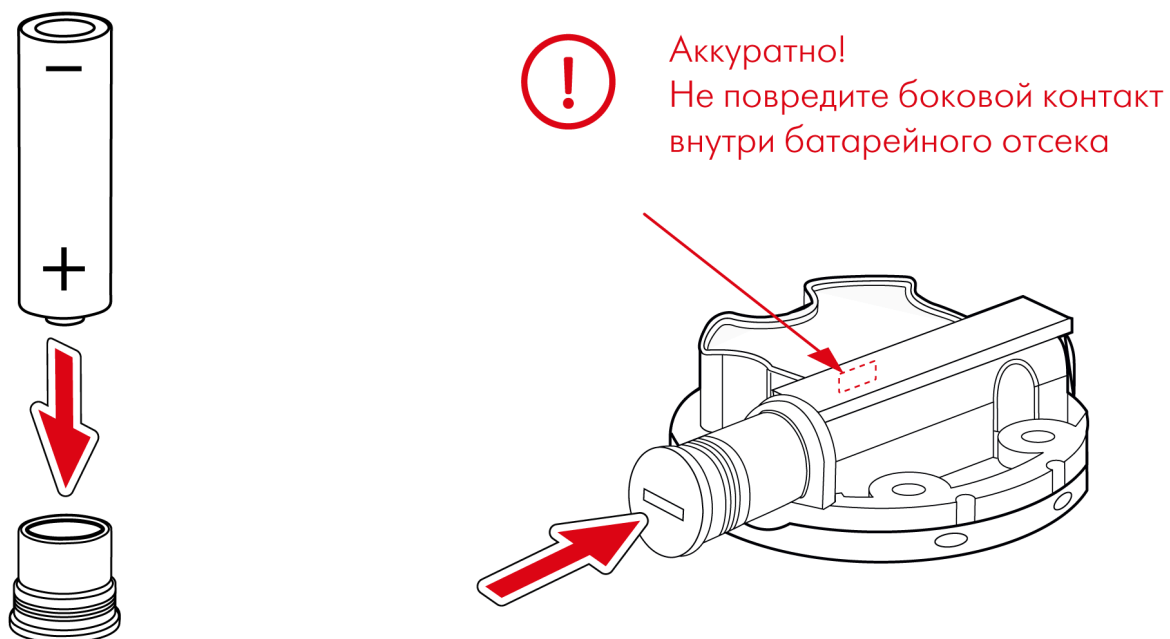

Рис.49. Замена батареи
3. Взять новую батарею из комплекта WSB-1 и поместить плюсовым контактом в новую резьбовую заглушку с уплотнительными резиновыми кольцами (**Рис.49**).
4. Аккуратно установить в отсек новую батарею с резьбовой заглушкой (**Рис.49**).